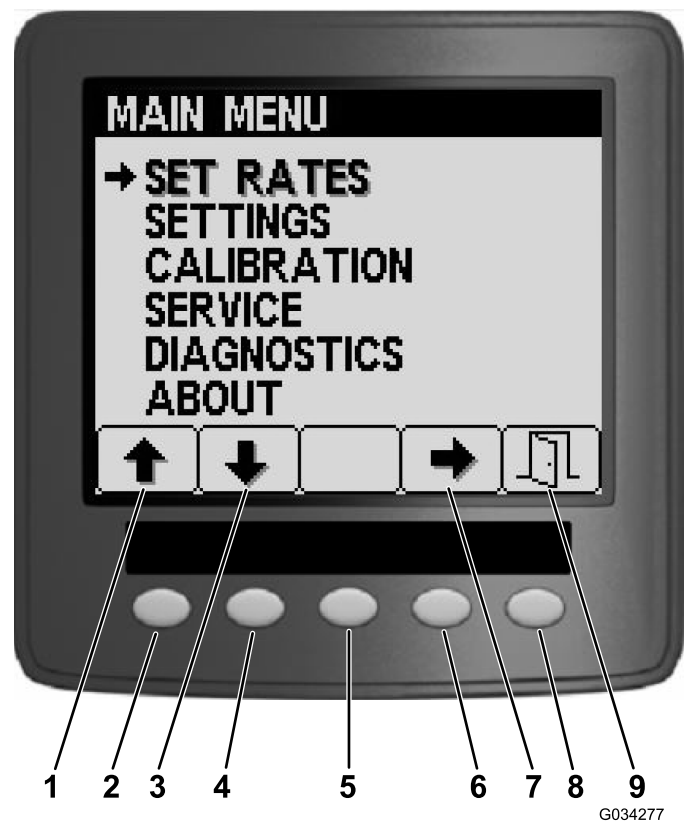
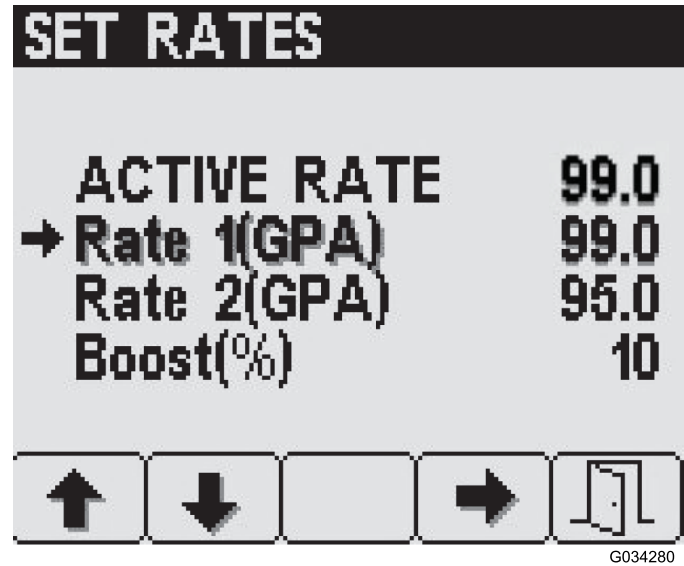

图6
图7
从 Main Menu（主菜单）屏幕，可访问 Set Rates（设置喷洒率）屏幕、Settings（设置）屏幕、Calibration（校准）屏幕、Service（维修）屏幕、Diagnostics（诊断）屏幕或 About（关于）屏幕（图6）。
要访问 Set Rates（设置喷洒率）屏幕，按下 Main Menu（主菜单）屏幕上的 2 号按钮（图6），直至到达 Set Rates（设置喷洒率），然后按 4 号按钮选择 Set Rates（设置喷洒率）（图7）。
- 1. 按 1 号或 2 号按钮，直至到达所需喷洒率或增加速率百分比（图7）。
要访问 Settings（设置）屏幕，按下 Main Menu（主菜单）屏幕上的 2 号按钮（图6），直至到达 Settings（设置），然后按 4 号按钮选择 Settings（设置）（图9）。